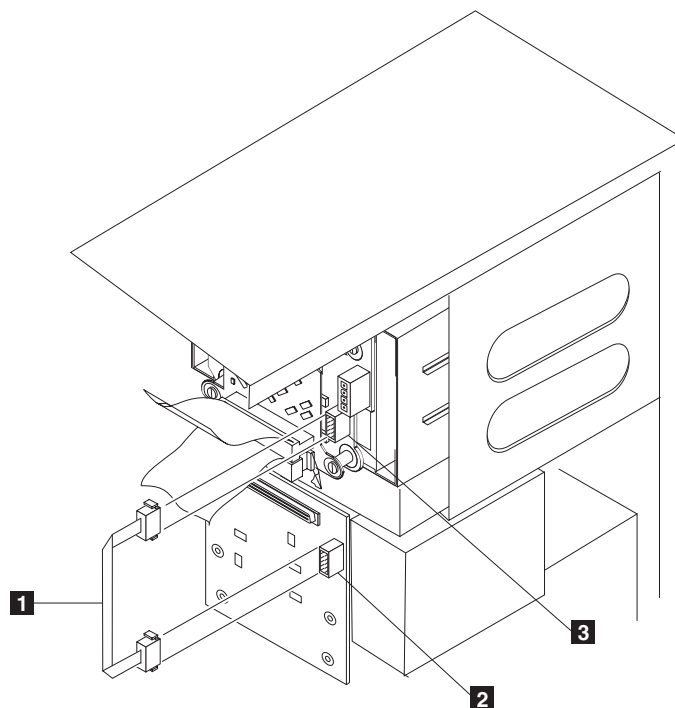

図 62. グレー I²C ケーブルの接続
- a) I²C ケーブル・コネクタの 1 つを SCSI バックプレーンに接続します (SCSI バックプレーン上のコネクタの位置については、図 62 を参照)。
- b) もう一方の I²C ケーブル・コネクタを新規の 3 パック拡張 SCSI (3 パック拡張バックプレーンの位置については、図 62 を参照)。